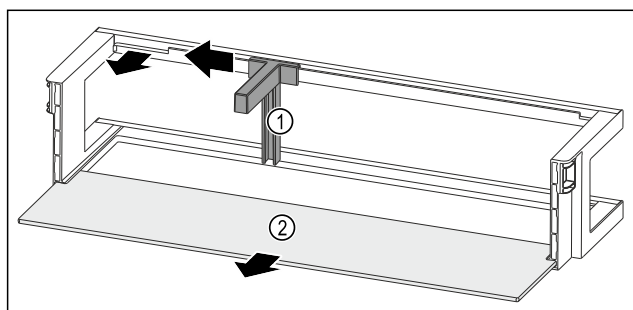

Fig. 133 Türabsteller mit Flaschenhalter und Abstellfläche
- Flaschenhalter Fig. 133 (1) bis zur Aussparung zur Seite schieben.
- Flaschenhalter Fig. 133 (1) entnehmen.
- Abstellfläche Fig. 133 (2) entnehmen.